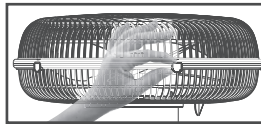

Figura 11
11. Pressionar a borda da grade frontal contra a borda da grade traseira em todo o contorno para garantir o travamento perfeito das grades (**figura 11**).